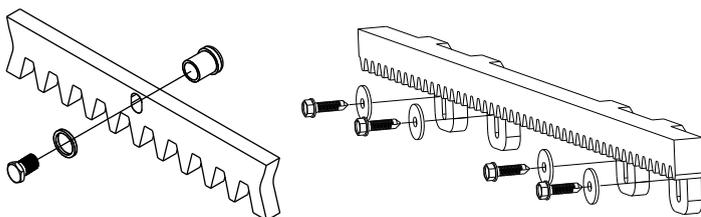

Fig. 7 **Cremallera en acero (a soldar)**
5.2. Fijar en cada elemento de cremallera las lenguetas de soportar mediante los relativos tornillos de bloqueo, teniendo cuidado de posicionarlos en la parte superior del ojal (Fig. 7);